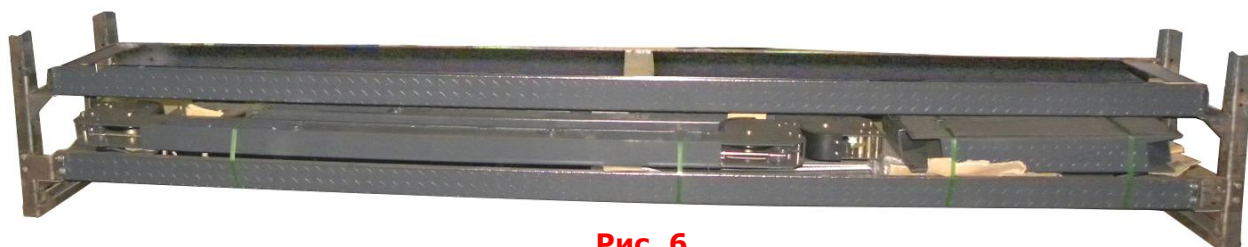

Рис. 6
3. Снимите трапы и колонны (См.Рис.6 ).